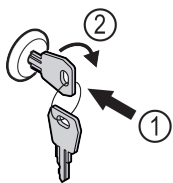

Fig. 126
- ▶ Vstavite ključ Fig. 126 (1).
- ▶ Ključ obrnite v smeri urnih kazalcev za 90° Fig. 126 (2).